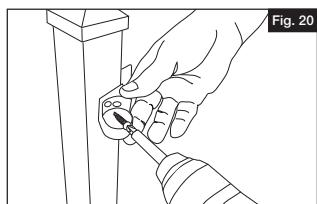
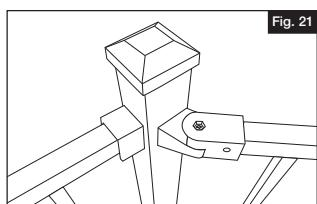

Fig. 20
Fig. 21
- Tester les panneaux de rampe pour s'assurer qu'ils sont bien ajustés. Puis, couper les panneaux à la longueur voulue pour l'installation particulière. Suivre les méthodes générales décrites ci-dessus pour compléter l'installation en angle (Fig. 20 et Fig. 21).